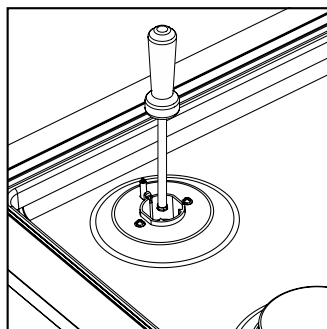

figure 1
- 4 Dévisser les orifices et les remplacer avec les orifices appropriés. Les dimensions sont marquées sur le côté, p. ex., 70 = 0,70 mm (voir figure 1)
- 5 Dévisser les orifices et les remplacer avec les orifices appropriés. Les dimensions sont marquées sur le côté, p. ex., 70 = 0,70 mm (voir figure 1)